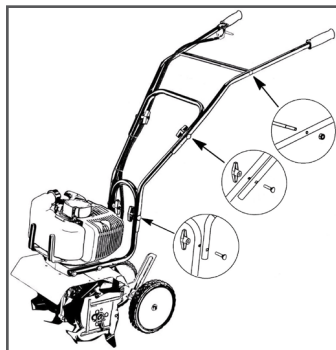

Рис. 8 Установка рукояток управления
5. Установите рукоятки управления как показано на Рис. 8.
допускайте чрезмерного затягивания барашковых гаек. Установите поперечную штангу рукояток как показано на Рис. 8.